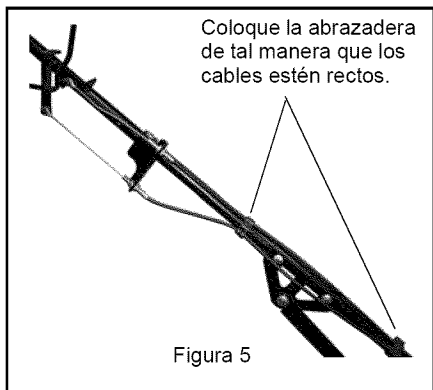

Figura 5
**NOTA:** Asegúrese de que los cables (conectados al manillar) están en el lado izquierdo de la unidad y que las abrazaderas de guiado de los cables no aprisionan ni doblan los cables en la parte superior del manillar. Véase Figura 5.